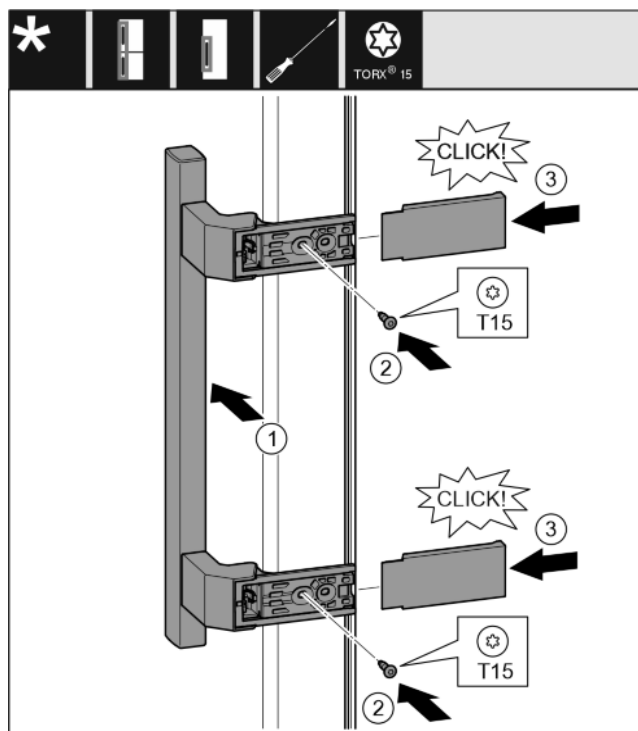

Fig. 31
- ▶ Установите ручку на противоположной стороне. Fig. 31 (1)
- ▶ Затяните винты отверткой T15. Fig. 31 (2)
- ▶ Установите крышки сбоку и надвиньте их. Fig. 31 (3)